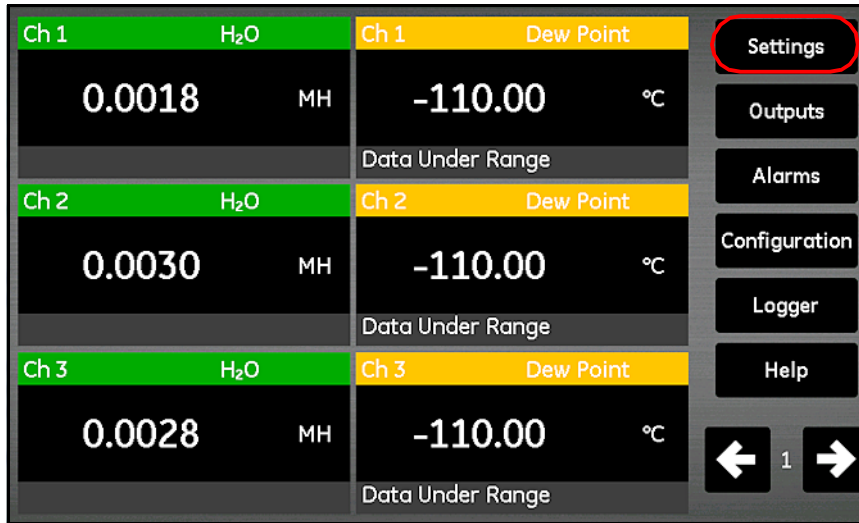

Figura 93: Pulsante Impostazioni nella schermata principale
3. Dalla schermata principale, toccare il pulsante **Impostazioni** (vedere *Figura 93* alla pagina successiva).